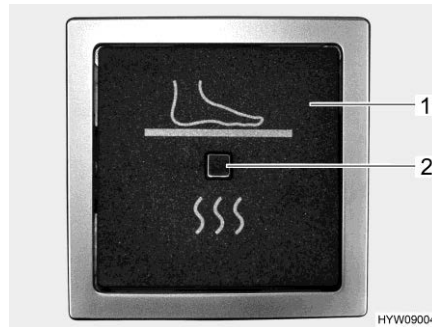

Fig. 130 Interruttore (riscaldamento elettrico del pavimento)
- Premere l'interruttore a bilico (Fig. 130,1). La spia di controllo nell'interruttore (Fig. 130,2) si accende.
- Premere l'interruttore a bilico (Fig. 130,1). La spia di controllo (Fig. 130,2) nell'interruttore si spegne.